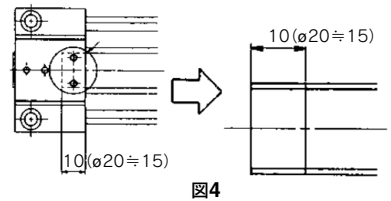

図4
- 交換用ダストシールバンドは、ステンレス表面に付いている^{注1)}マスキングテープ(黒色)をはがし、あらかじめベルトの両端に図4のようにマーキングをした上、全体に^{注2)}グリスを塗布します。